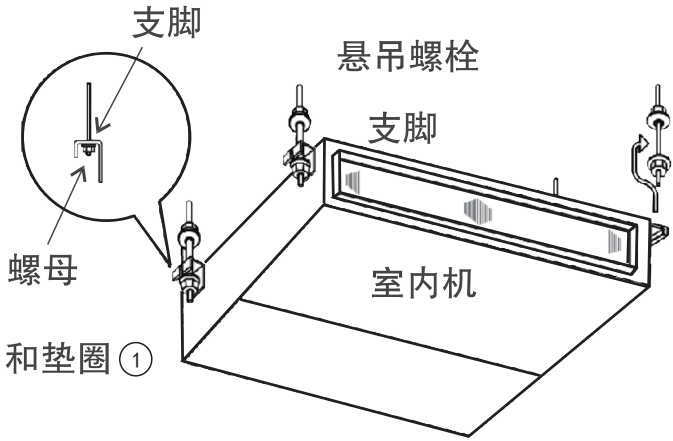

图6 吊装方法
(2) 安装室内机
如下图6,将左边托架安置于悬吊螺栓的螺母和垫圈①之上。